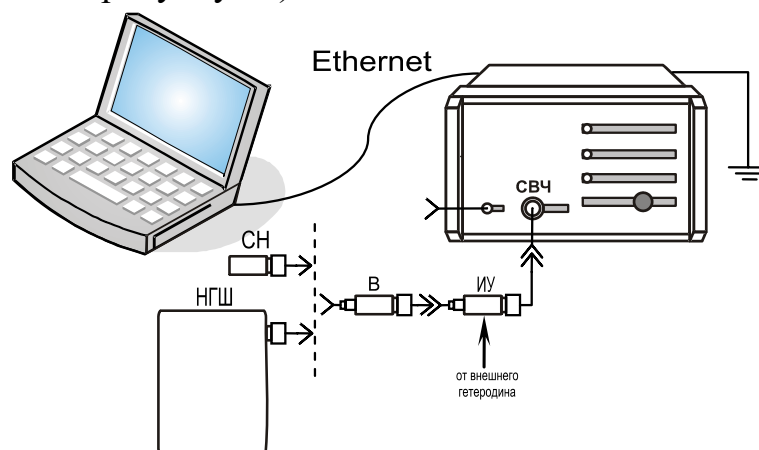

Рисунок 14 – Схема измерений КШ методом двух отчетов
**Шаг 3.** Собрать измерительную схему (см. рисунок 14):